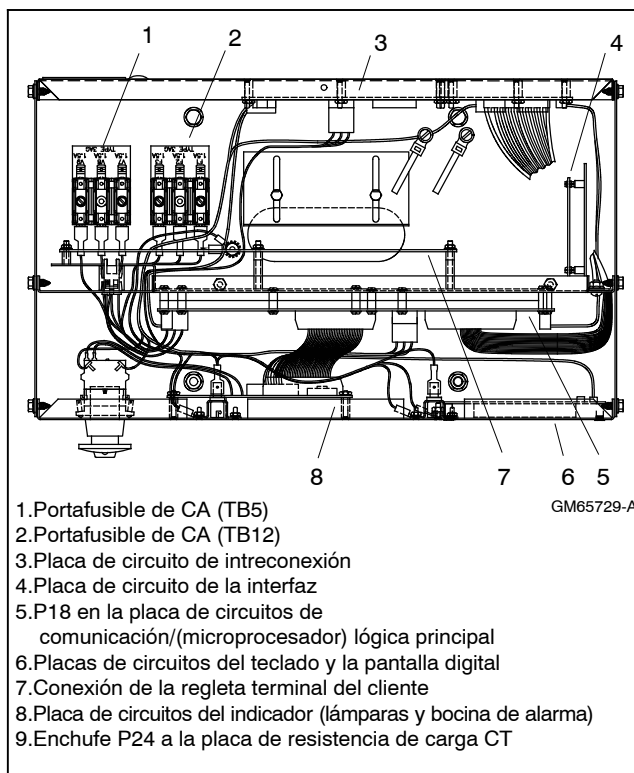
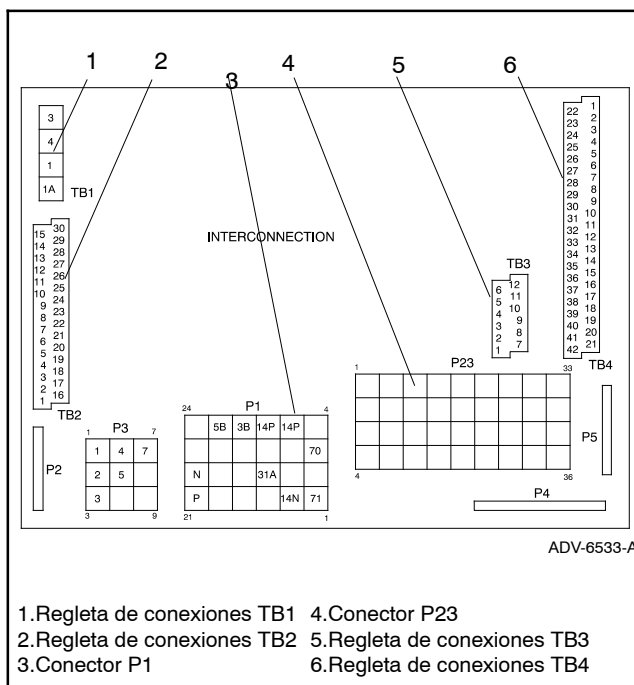

Figura 7-5 Corte de las conexiones del cableado externo de la placa de circuito del controlador
Figura 7-6 Conectores y regletas de conexiones del tablero de circuitos de interconexión
- a. Saque la cubierta del controlador. Si el acceso a la placa de circuito de interconexión en el panel trasero y/o la comunicación lógica principal de placa de circuito en el panel frontal es de difícil acceso, desmontar parcialmente el cuadro de controlador. En el panel del controlador, quite los dos tornillos superiores y el tornillo central inferior y afloje el tornillo de abajo de cada lado para mover el panel de control hacia abajo. Consulte la Figura 7-5.
- b. Desconecte los cables del arnés del controlador. A continuación se enumeran algunos cables y enchufes comunes que requieren retiro o desconexión. Los artículos en **negrita** a continuación se muestran en la Figura 7-5 y Figura 7-6. Estas conexiones son típicas y pueden no convenir a todas los usos. Vea el diagrama de cableado correspondiente que se encuentra en el respectivo manual con diagramas de cableado.
cuadro de controlador. En el panel del controlador, quite los dos tornillos superiores y el tornillo central inferior y afloje el tornillo de abajo de cada lado para mover el panel de control hacia abajo. Consulte la Figura 7-5.
- b. Vuelva a conectar el cableado del controlador que se ha eliminado antes. Consulte la Figura 7-5, Figura 7-6, y el diagrama de cableado correspondiente que se encuentra en el respectivo manual con diagramas de cableado. A continuación se enumeran algunos cables y enchufes que pueden necesitar de reconexión. Estas conexiones son típicas y pueden no convenir a todas las situaciones.